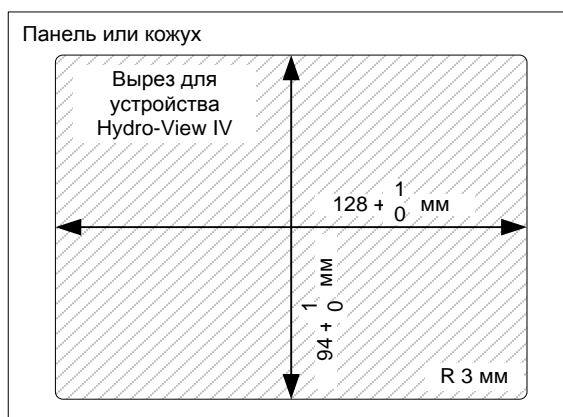

Рис. 4: Вырез панели для Hydro-View IV
- Вырежьте в панели проем нужного размера. См. Рис. 4 для получения информации по шаблону.